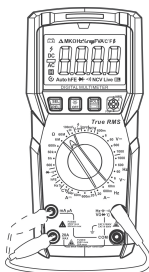

Рис. 6. Проверка предохранителей
*С помощью функции измерения $6 \text{ M}\Omega$ можно проверить внутренние предохранители 630 mA и 20 A , см. рис. 6. Вставьте красный измерительный провод поочередно в гнезда mA, μA и 20A для измерения сопротивления. Если оба предохранителя перегорели, на экране появится символ «OL».